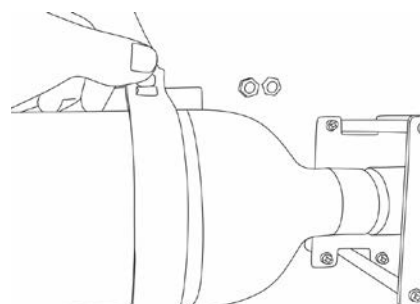

Fig. 7
- d) Asegurar el cilindro con las tres correas de goma (Fig. 7 y 8).